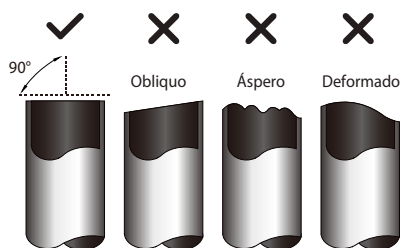

Fig. 6.1
3. Corte o tubo com um ângulo perfeito de 90°. Veja a Fig.6.1 para maus exemplos de corte.